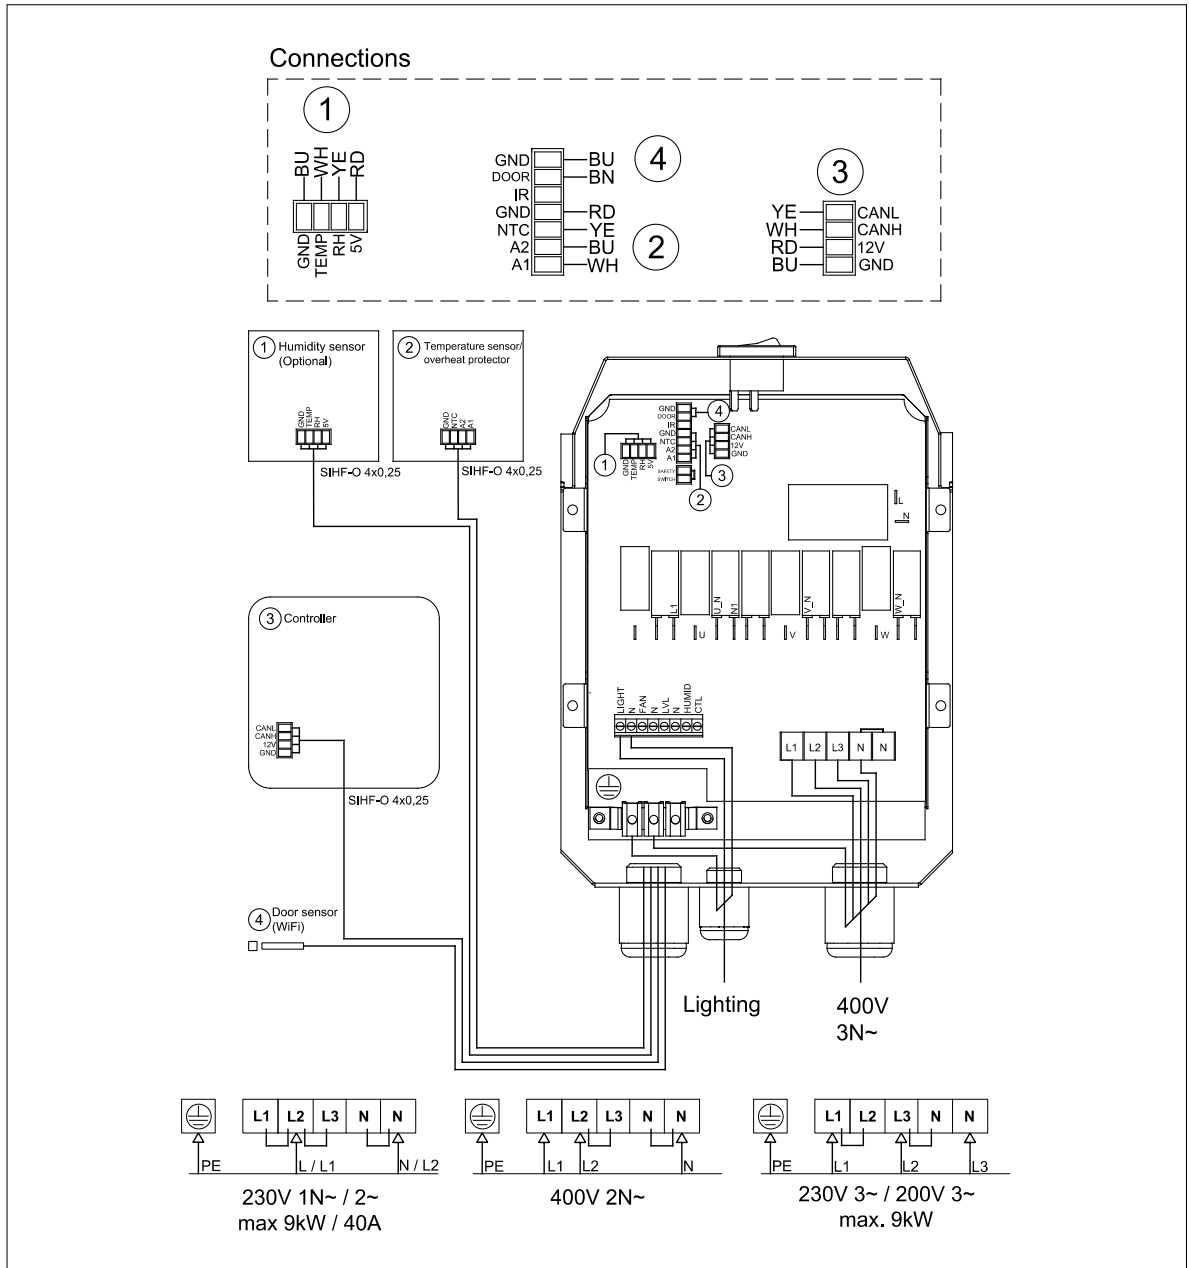

Abbildung 2. Verbindungsdiagramm
6. Sobald die Komponenten der Saunasteuerung installiert und angeschlossen sind, kann das Stromversorgungskabel gemäß dem Anschlussplan (Abbildung 2) an den Saunaofen angeschlossen werden. Das Stromversorgungskabel muss ein Gummikabel vom Typ H07RN-F oder gleichwertig sein. Der Kabelquerschnitt und die Sicherungswertung sind in Tabelle 3 angegeben.